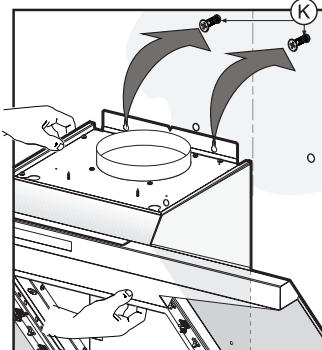
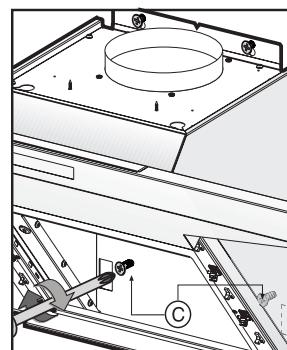

Рис. 12
Рис. 13
4. Заверните два верхних шурупа крепления вытяжки так, чтобы на них можно было подвесить вытяжку без декоративных коробов воздуховода (рис.12). Подвесьте вытяжку на шурупы **K**, выравнивая ее в горизонтальном положении. По завершении выравнивания окончательно закрепите вытяжку при помощи 2-х шурупов **C** (рис.13).